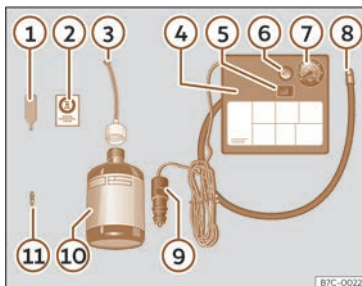

Fig. 31 Representació estàndard: contingut del joc antipunxades.
>>> **fig. 31:**
- Desenrosqueu el caputxó i l'obús de la vàlvula del pneumàtic. Utilitzeu l'aparell >>> **fig. 31** ① per extreure l'obús. Poseu-lo en una superfície neta.
- Sacsegeu amb força l'ampolla de segellador de pneumàtics >>> **fig. 31** ⑩.
- Enrosqueu el tub d'inflament >>> **fig. 31** ③ a l'ampolla de segellador. El precinte de l'ampolla es trencarà automàticament.
- Traieu el tap del tub d'ompliment >>> **fig. 31** ③ i caragoleu l'extrem obert del tub a la vàlvula del pneumàtic.
- Torneu a posar l'obús amb l'aparell >>> **fig. 31** ① a la vàlvula del pneumàtic.
- Enrosqueu el tub d'inflament del pneumàtic del compressor >>> **fig. 31** ⑧ a la vàlvula del pneumàtic.
- Comproveu que el caragol d'evacuació d'aire està tancat >>> **fig. 31** ⑥.
- Fixeu el connector >>> **fig. 31** ⑨ a la presa de corrent de 12 volts del vehicle >>> pàg. 149.
- Connecteu el compressor d'aire amb comutador ON/OFF»» **fig. 31 ⑤**.
- Enganxeu l'adhesiu»» **fig. 31 ②** al quadre d'instruments, dins del camp visual del conductor.
Torneu a enroscar el tub d'inflament »» **fig. 31 ⑤** i comproveu la pressió en el mànometre **⑥**.